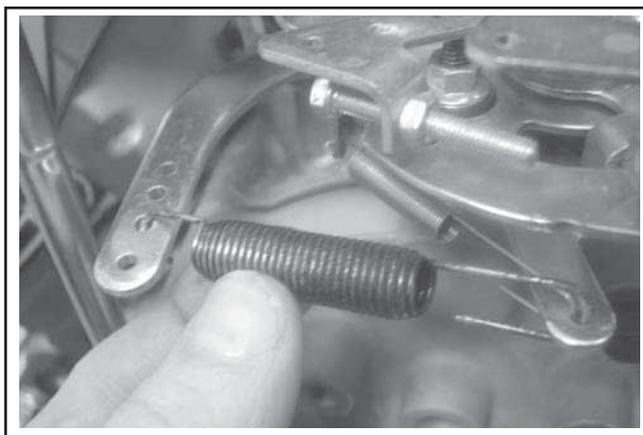

Figure 11-85. Connexion du ressort au levier du régulateur.
3. Connecter le ressort du régulateur de la bride de commande principale au trou correspondant dans le levier du régulateur comme il est indiqué dans les diagrammes suivants. Noter que les positions des trous sont comptées du point du goujon du levier du régulateur. Voir les Figures 11-85 et 11-86 et le diagramme correspondant.